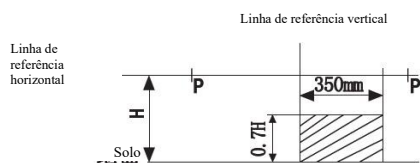

Fig. 4-45 Curva de distribuição de luz dos faróis
A curva de distribuição de luz mostrada na fig.4-45 é adequada para condução do lado direito. Verifique e ajuste o desempenho da distribuição da luz dos faróis de acordo com as seguintes etapas:
- (1) Em primeiro lugar, certifique-se de que a pressão dos pneus atende aos requisitos, a seguir, verifique os níveis da água e óleo, estacione-o em um terreno plano e frente a uma parede plana.
- (2) Marque a linha central do farol dianteiro na parede com duas marcas do tipo “+”.
- (3) Mantenha a distância do trator à parede em 10 m. Depois ligue os faróis em luz baixa.
- (4) Cada centro do farol baixo deve estar na sombra (veja a fig.4-45).